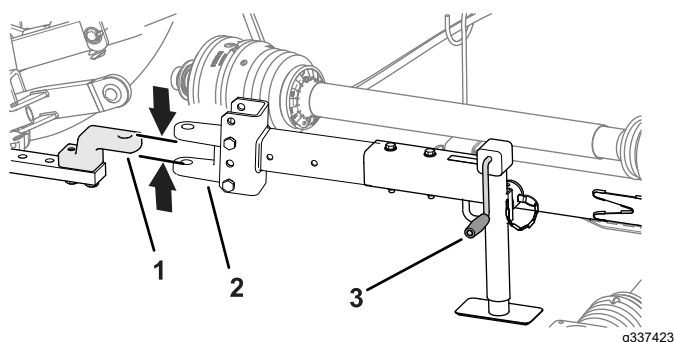

Figura 28
- Utilice la manivela para elevar o bajar el gato de la barra de tiro y alinee la barra de tiro con la barra de tracción o el gancho de arrastre (Figura 28).
- Alinee la barra de tracción o el gancho de arrastre del vehículo de remolque con la barra de tiro del cortacésped (Figura 28).